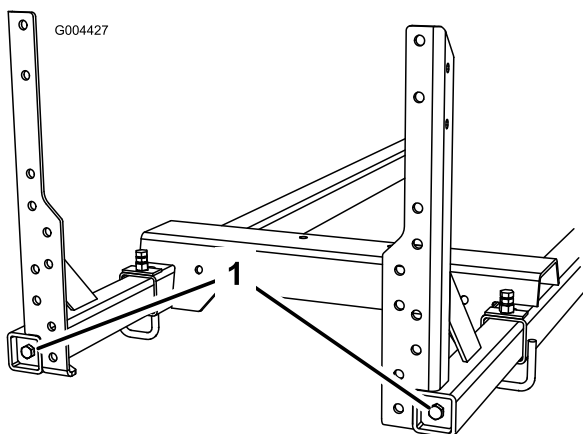

Bild 8
4. Ziehen Sie die Schrauben am Auslegerrahmen an (Bild 8) fest. Ziehen Sie die Schrauben mit 91-113 N·m an.